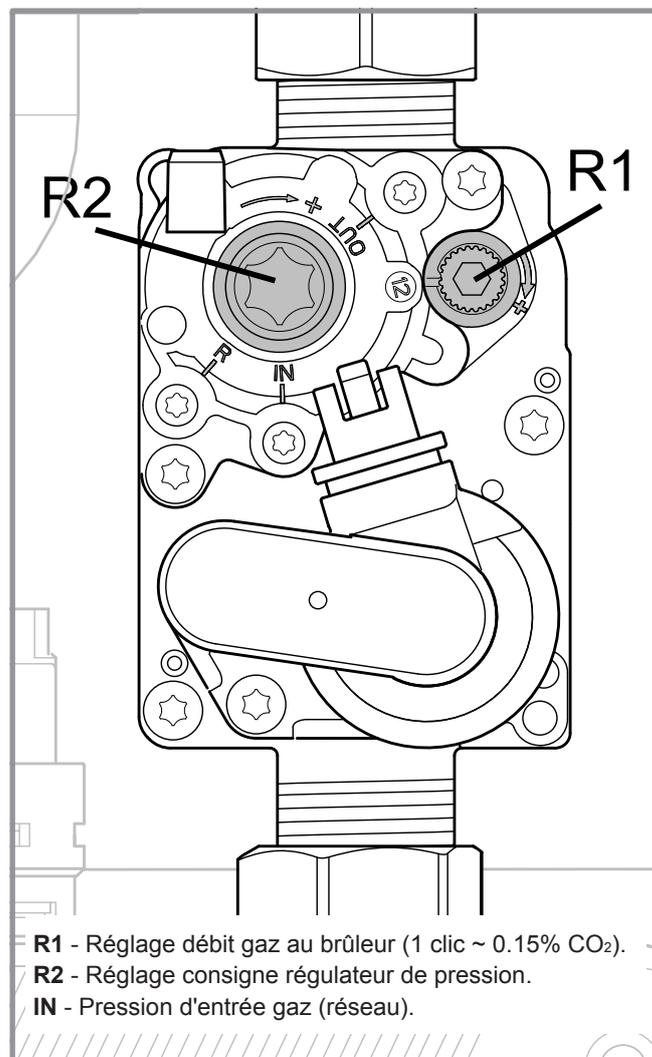

figure 54 - Vanne gaz
- Si nécessaire, ajuster le taux de CO₂ en réglant le débit gaz au brûleur (vis repère R1, figure 54).
- Si nécessaire, ajuster doucement la consigne du régulateur de pression (vis repère R2, figure 54).